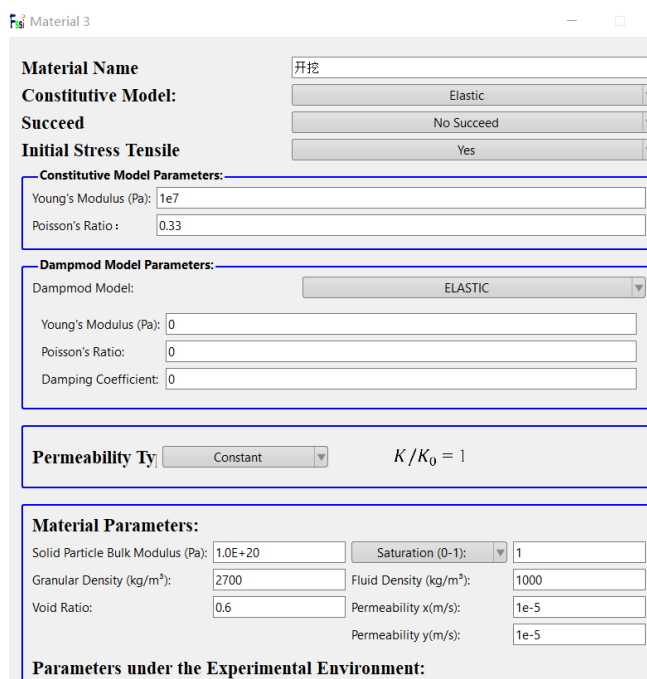

图 13-10 材料参数设置
模型共包含三种材料，分别是桩、地基和开挖地基，均采用弹性材料。通过点击 FssiCAS—Preprocess—Material—Material 1/ Material 2/Material 3，用户可以自行更改材料名称，设置材料参数。各材料参数设置如图 13-10 所示。
Step 2 中桩设置孔隙率为 0，渗透系数 10^{-15} ，表示桩不透水，如下图 13-19 所示，地基和开挖地基参数与 Step 1 相同，可参考图 13-10。